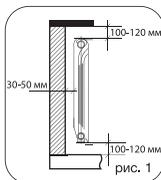

рис. 1
- 6.1. Для эффективной работы радиатора необходимо соблюдать монтажные расстояния, указанные на рис. 1.